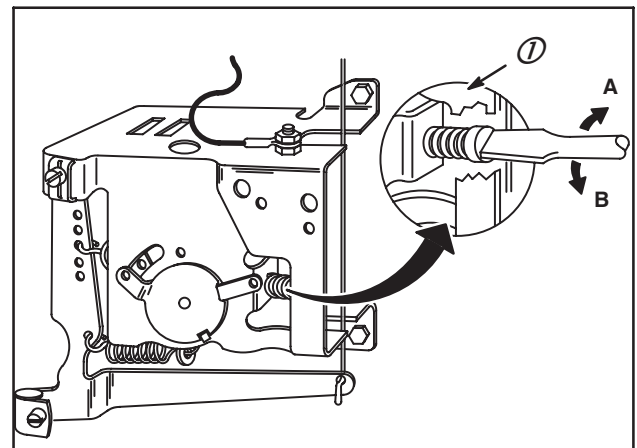

Fig. 32
1. Sur les Modèles 253400, 255400 avec commande de gaz en position pleins gaz, tourner la vis (1) pour régler le RÉGIME MAXIMUM À VIDE, Fig. 32.